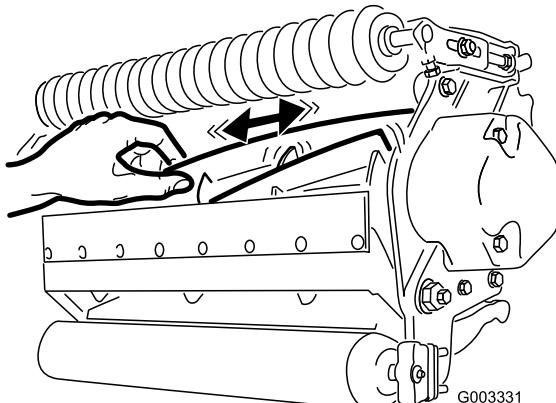

Figura 24
2. Usando un trapo o un guante grueso, sujetela cuchilla del molinete e intente mover el conjunto del molinete de un lado a otro (Figura 24).